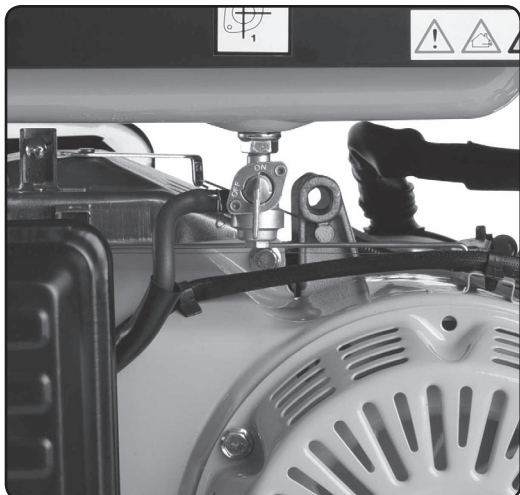

Abb. 15
8. Drehen Sie den Kraftstoffhahn auf „ON“ (siehe auch Piktogramm am Stromerzeugerrahmen), siehe Abb.15.